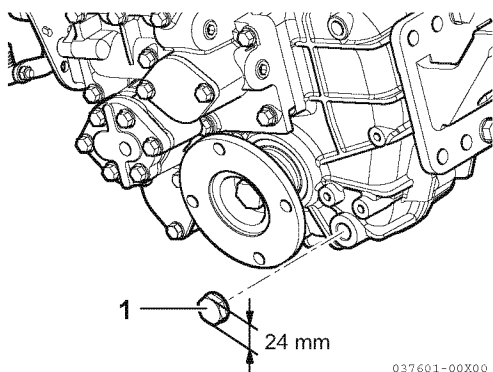

Figura 1
2. Utilizzare una chiave da 24 mm per rimuovere il tappo di spurgo M16 (1, **Figura 1**).